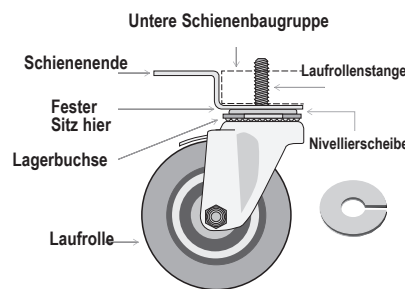

Abb. 7. Rollendiagramm.
3. Fädeln Sie die Rollen in die Rahmenschiene oder den Geräteboden ein. Siehe Abb. 7 und 8.